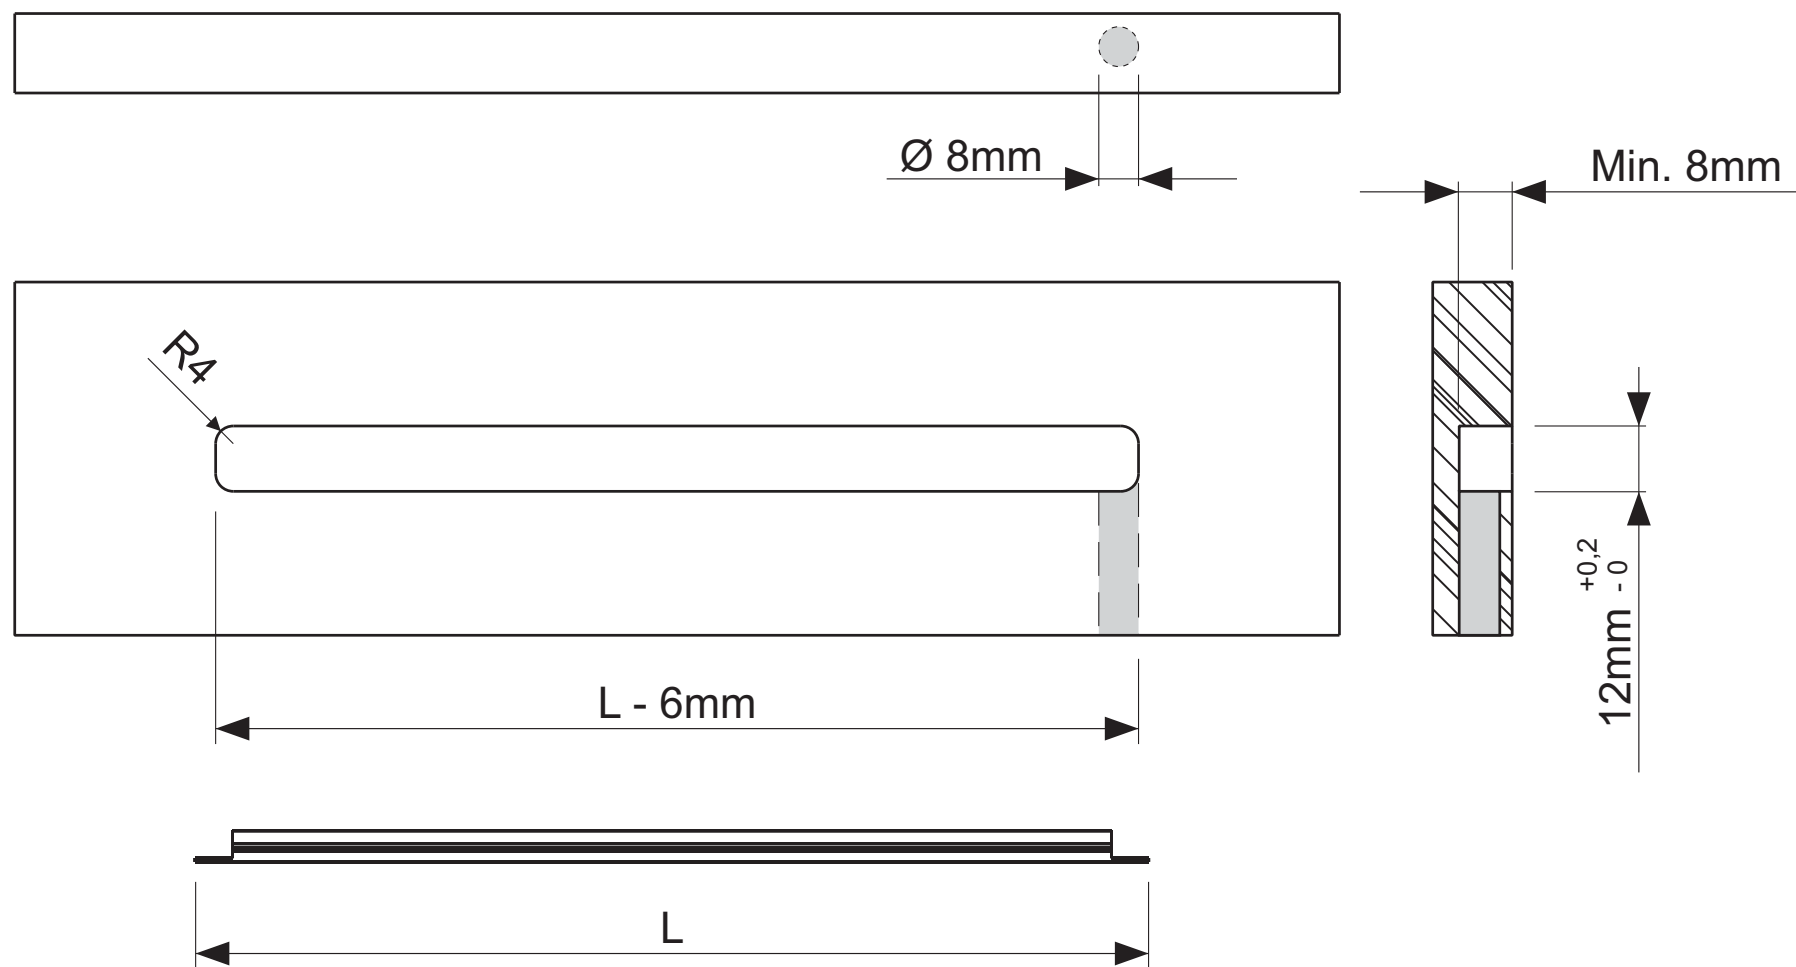
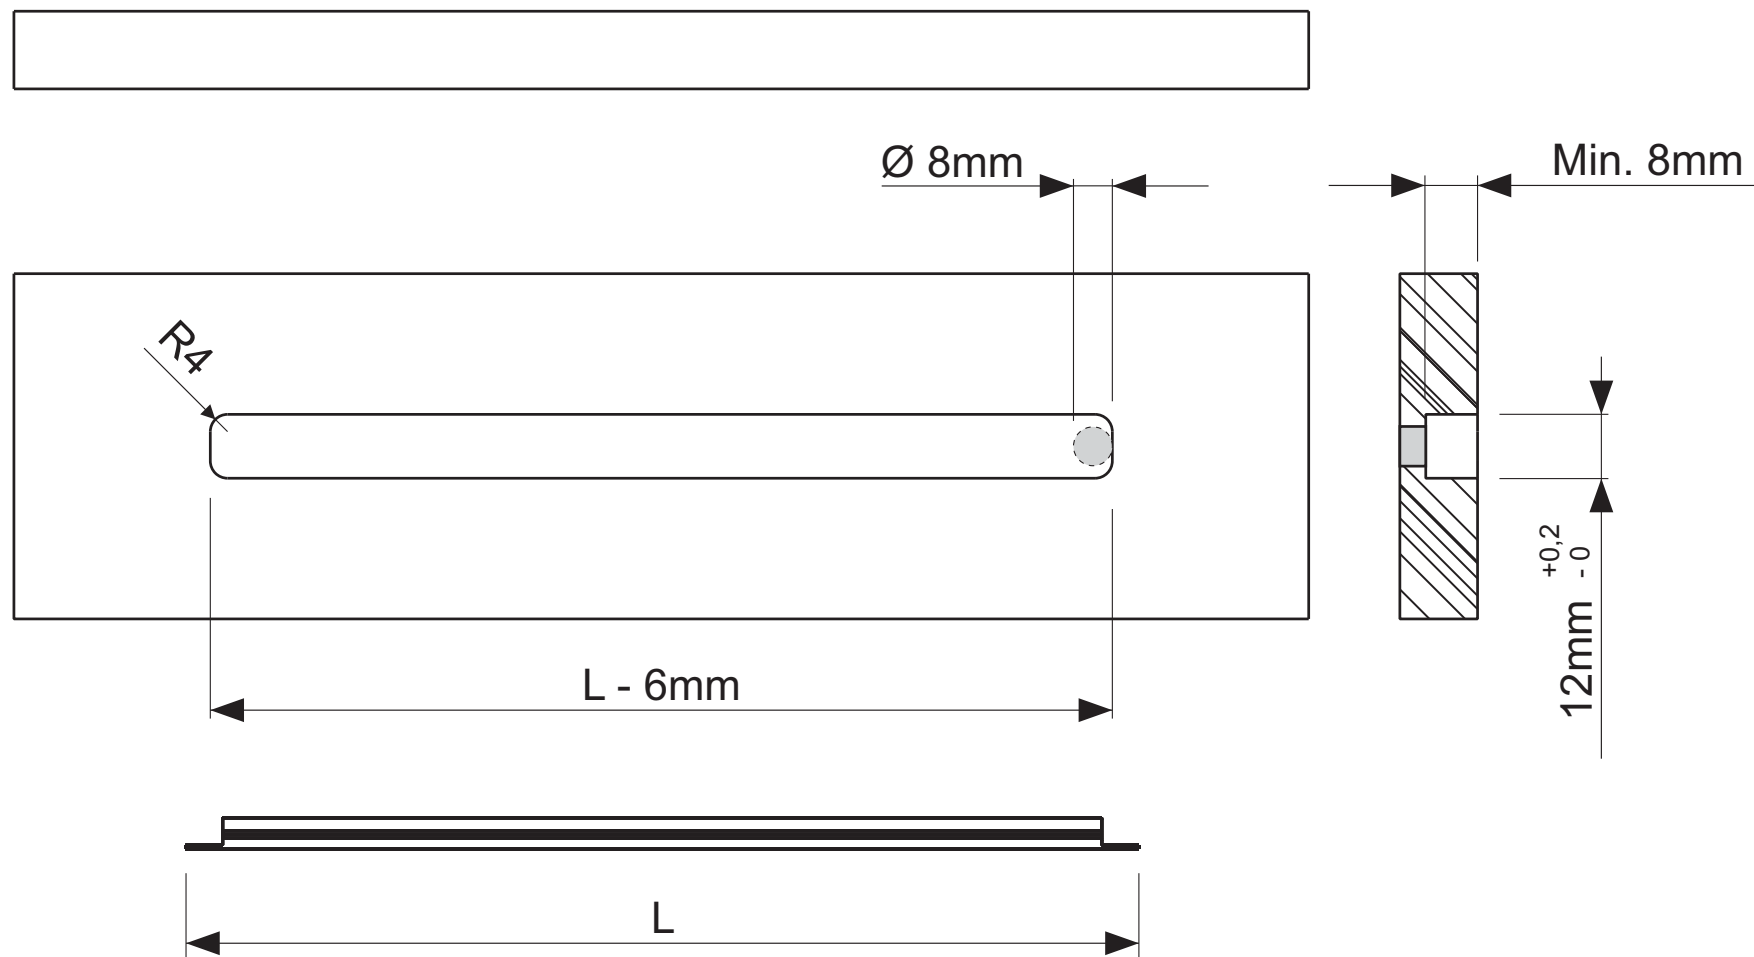

Fig 1
Fig 2
- Le figure 1, 2 e 3 rappresentano degli esempi di installazione dello **STRING**. Le quote sono indicative perché possono variare in funzione dell'applicazione e del materiale da cui è composto il piano di installazione. I 3 esempi si differenziano per la posizione del foro di uscita del cavo, tuttavia è possibile eseguire tale foro anche in altre posizioni a seconda dell'esigenza del cliente, in base al tipo di applicazione.
- **STRING** può essere installato con il cavo di alimentazione in posizione assiale (fig. 1) o radiale (fig. 2) rispetto al piano di montaggio. Per installazioni con il cavo di alimentazione in posizione assiale praticare un foro di $\varnothing \geq 8\text{mm}$ come indicato nell'esempio in figura 1.
- The **STRING** can be installed using the lighting profile power cable in axial (figure 1) or radial (figure 2) position with respect to the assembly plan. For installations with the power cord in an axial position to drill a hole diameter of $\varnothing \geq 8\text{mm}$ as in the example shown in Figure 1. For installations with the power cord in radial position to drill a hole on the $\varnothing \geq 8\text{mm}$ mounting plan as shown in the example in Figure 2. In terms of specific requirements, it is possible to drill the power
- **STRING** kann mit dem Stromkabel für das Lichtprofil in axialer (Abb. 1) oder radialer (Abb. 2) Position zur Montagefläche installiert werden. Für Anlagen mit dem Stromkabel in einer axialen Position einen Lochdurchmesser von $\varnothing \geq 8$ mm wie in dem Beispiel in Abbildung 1 dargestellt. Bei Anlagen mit dem Stromkabel in einer radialen Position ein Loch auf der $\geq \varnothing 8$ mm wie in dem Beispiel in Abbildung 2 dargestellt zu bohren. Je nach den spezifischen Anforderungen kann eine Bohrung für den Austritt des Stromkabels in anderen Positionen ausgeführt werden, sofern
- **STRING** peut être installé à l'aide du câble d'alimentation du profilé lumineux en position axiale (fig. 1) ou radiale (fig. 2) conformément au plan de montage. Pour les installations avec le cordon d'alimentation dans une position axiale pour forer un diamètre de trou de $\varnothing \geq 8$ mm comme le montre l'exemple de la figure 1.
Pour les installations avec le câble d'alimentation dans une position radiale pour forer un trou sur de $\geq \varnothing 8$ mm plan comme dans l'exemple représenté sur la figure 2.
- **STRING** se puede instalar con el cable de alimentación del perfil luminoso en posición axial (fig. 1) o radial (fig. 2) con respecto a la superficie de montaje. Para la instalación con el cable de alimentación en posición axial, perforar un agujero de $\varnothing \geq 8\text{mm}$ como se muestra en el ejemplo de la figura 1. Para la instalación con el cable de alimentación en posición radial, perforar un agujero en la superficie de montaje de $\varnothing \geq 8\text{mm}$ como se muestra en el ejemplo de la figura 2. No obstante, en el caso de que se deban cumplir requisitos específicos, es posible